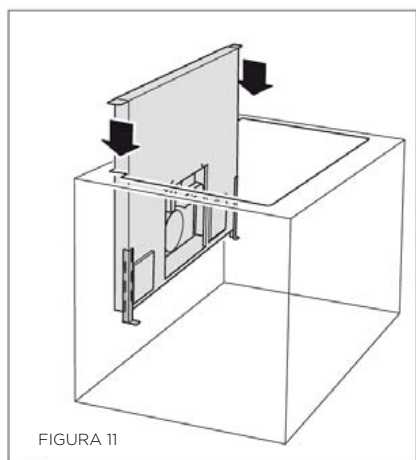

FIGURA 11
5) Con la ayuda de otra persona, levante la cubierta en el corte preparado en el gabinete. Los soportes de montaje superiores deben descansar sobre la encimera (FIGURA 11).